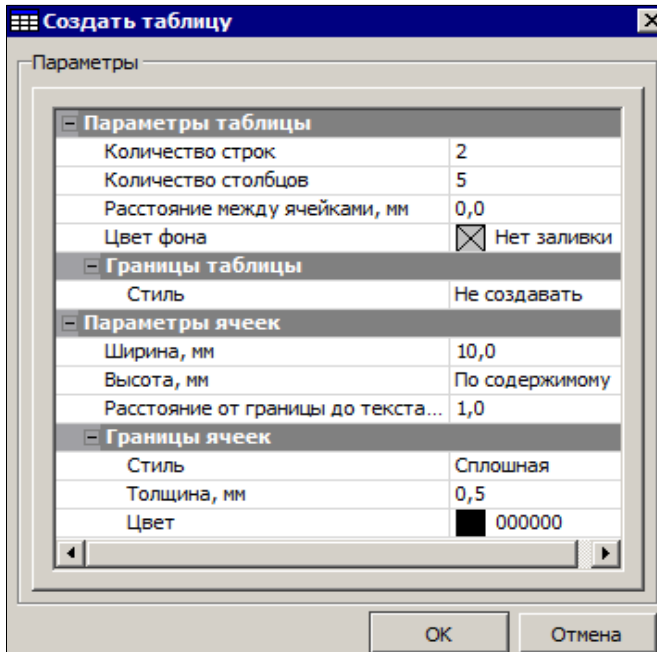

Рис. 9.24
- **Создать** – команда вызывает диалог **Создать таблицу**, в котором настраивается размер и внешний вид таблицы (рис. 9.24).